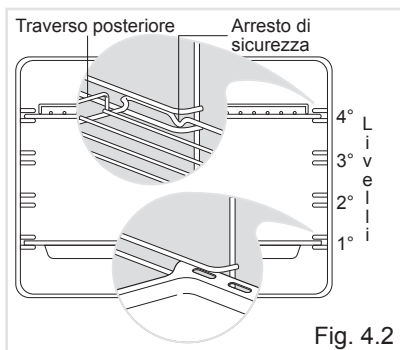

Fig. 4.2
- Infilare in mezzo alle guide dei telai laterali la leccarda e la griglia come in (fig. 4.2).